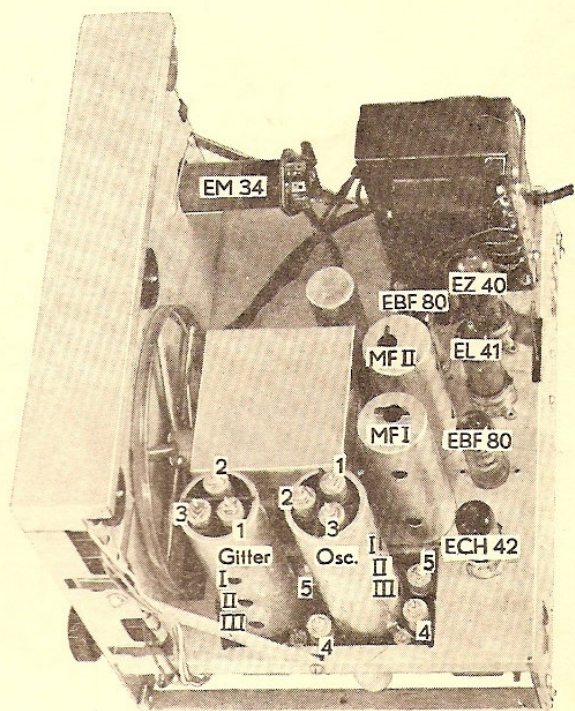

Fig. 1.
**Mellomfrekvensfilterne og dempekretsen.** Filterne MF I og MF II (se fig. 1) kan trimmes etter at apparatets bakvegg er fjernet. Dempekretsen sitter under sjassiet på spolesatsplaten (se fig. 2) og kan trimmes gjennom bunnluken i kassen. Signalgeneratoren stilles inn på nøyaktig 470 kc/s (455 kc/s\*) med 30% modulasjonsgrad og koples over en kondensator på ca. 50 000 pF til gitteret på blanderøret (ECH42). MF-filterne trimmes i selektivitetsstilling 1 eller 2, hvor kurven er skarpest, til maksimum utslag på instrumentet. I stilling 3 = 4 økes båndbredden noe, og stilling I gir spesielt bredt bånd. Under trimmingen bør samtidig kurvens symmetri kontrolleres i disse stillinger.
**Oscillator- og gitterkretser.** Disse er for bølgeområdene I-II og III plassert i bokser på oversiden av sjassiet (se fig. 1), mens områdene IV og V har kretsene plassert under spolesatsplaten (se fig. 2). Oscillatorkretsene for alle bølgeområder og gitterkretsene for områdene IV og V er tilgjengelige når sjassiet sitter i kassen. Gitterkretsene for områdene I-II og III kan derimot vanskelig nås uten at sjassiet tas ut.